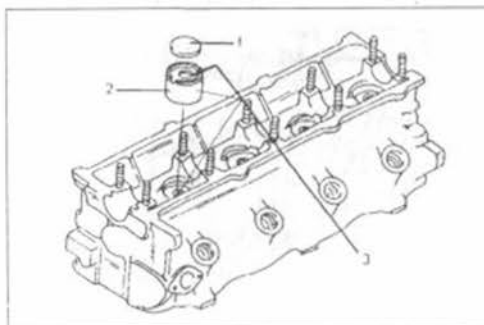

Рис. 62.
- Толкатели и их регулировочные шайбы смазать моторным маслом и вставить в первоначальные отверстия. Регулировочные шайбы входят в толкатели (рис. 62).